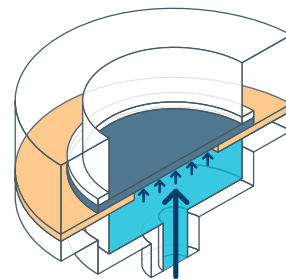
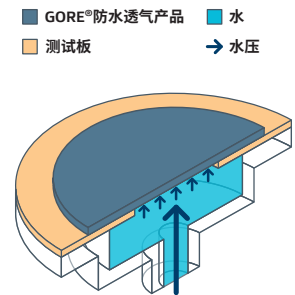

图 3：水压测试示意图 (≥ 5 bar)
图 4：水压测试示意图 (IPx7/IPx8)
1. 图 3 所示的加压板仅用于高压 (≥ 5 bar) 水压测试。图 4 所示的正常 IPx7/IPx8 无需使用加压板。（水深 1 至 5 米）